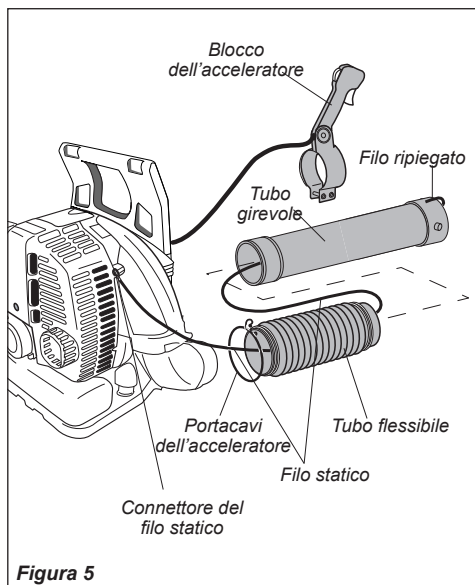

Figura 5
2. Rimuovere il filo statico dall'imballaggio e fissare l'occhiello alla vite del coperchio del motore sul lato destro. Vedere la figura 5.
8. Ripiegare l'estremità del filo statico sulla connessione del tubo girevole. Vedere la figura 5.